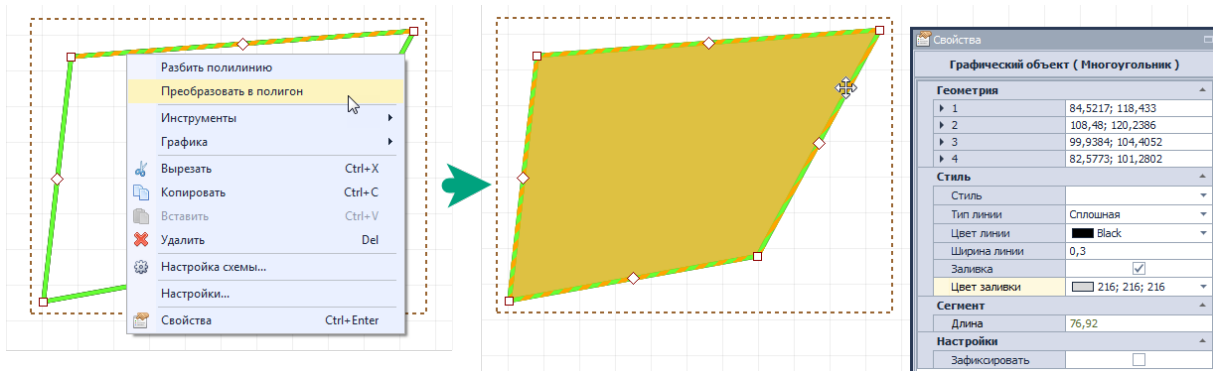

Рис. 370 Преобразование в полигон
2. Вызовите контекстное меню и выберите пункт «Преобразовать в полигон», Рис. 370. Замкнутая линия будет преобразована в многоугольник.